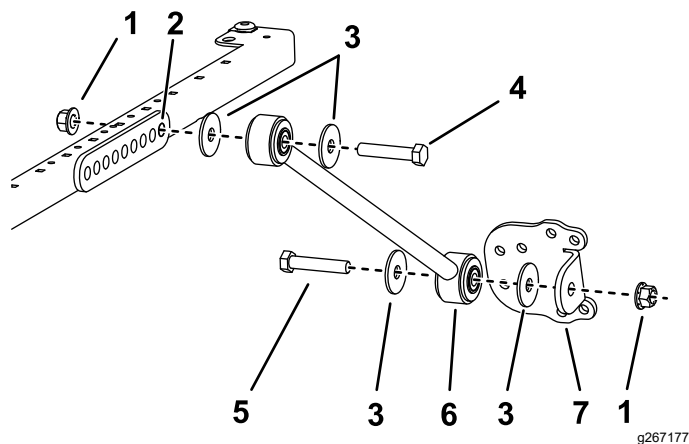

Figura 41
4. Em cada lado da estrutura do toldo, monte sem apertar completamente uma cinta no furo traseiro da montagem da cinta usando um parafuso ($\frac{1}{2}$ pol. x $2\frac{3}{4}$ pol.), duas anilhas ($\frac{1}{2}$ pol.) e uma porca flangeada ($\frac{1}{2}$ pol.), como se mostra na Figura 41.
5. Instale sem apertar completamente um suporte de cinta em cada cinta usando um parafuso ($\frac{1}{2}$ pol. x $2\frac{1}{2}$ pol.), duas anilhas ($\frac{1}{2}$ pol.) e uma porca flangeada ($\frac{1}{2}$ pol.), como se mostra na Figura 41.